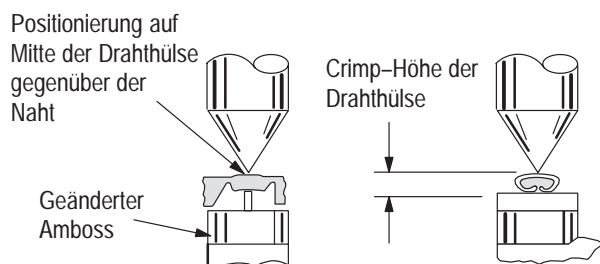

Abbildung 3
Zur Überprüfung ist ein Mikrometer mit einem modifizierten Amboss erforderlich, wie in Abbildung 3 dargestellt.
3. Unter Verwendung des Meßgerätes für die Crimp-Höhe messen Sie die Crimp-Höhe der Drahthülse, wie in Abbildung 3 gezeigt. Wenn die Crimp-Höhe der Höhe entspricht, die auf dem Werkzeug markiert ist, wird das Werkzeug als maßlich korrekt angesehen. Wenn nicht, schicken Sie das Werkzeug zur Überprüfung und Reparatur zurück an Tyco Electronics (siehe Abschnitt 5).